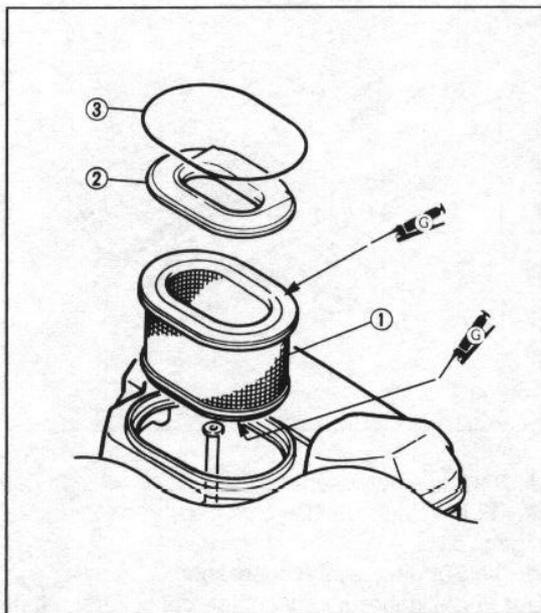

Bild 27
- An den Auflageflächen des Filterelements eine dünne Schicht Mehrzweckfett auftragen (Bild 27).